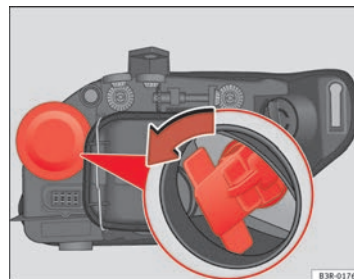

Abb. 205 Glühlampe für Blinker
- Den Lampenträger durch Ziehen am Halter und durch Drehen gegen den Uhrzeigersinn herausnehmen  $\Rightarrow$  Abb. 205.